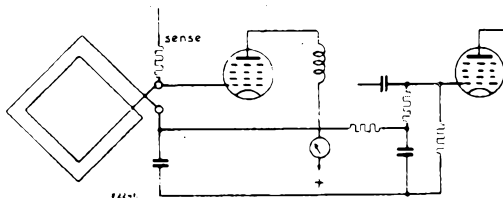

Fig. 1
Onderstaand treft u enige gedachten aan over het afregelen op de juiste lengte van deze sense-antenne, met behulp van een mA-meter, opgenomen in de plaatkring van de HF-buis, die haar negatieve spanning krijgt van de detector. In het artikel van PAoAD (Electron 1952, pag. 146) treft u de schakeling aan, die hier als fig. 1 is overgenomen.
Fig. 2. Stroomverloop van de mA-meter, opgenomen in de plaatkring van de HF-buis (zie fig. 1). Stand 1: peilontvanger ingeschakeld; zender uit. Stand 2: Peilontvanger ingeschakeld, zender ingeschakeld. Meter valt terug tot een bepaalde waarde. Stand 3: Raam in minimum-stand, meter loopt weer op. Stand 4: Raam in max. stand; spriet-antenne van de juiste lengte bijgeschakeld, meteruitslag valt terug op de halve waarde. Stand 5: Raam 180° gedraaid, meter weer in eerste stand. Stand 6: Raam 90° gedraaid, restant van de sense-ontvangst zichtbaar door de dip van meter.
Nu 't schema, zie fig. 1. Zo te zien een nogal ongebruikelijke verzameling radio-onderdelen; de werking is ook niet zo eenvoudig te verklaren. Min of meer uitvoerig geeft Johnson die verklaring in zijn artikel, maar ik wil hier toch een kort uittreksel (zonder wiskunde) geven.
Die trillingskring maken we door met L1 een condensor in serie te zetten en dat oscilleren gaat gemakkelijk, als we het stuurrooster op de plaat terugkoppelen. Hiervoor kunnen we een aparte buis nemen (180° fazedraaiing!), maar een breedbandkringetje gaat ook heel goed. We komen zo tot de schakeling van fig. 1.
- Fig. 1**